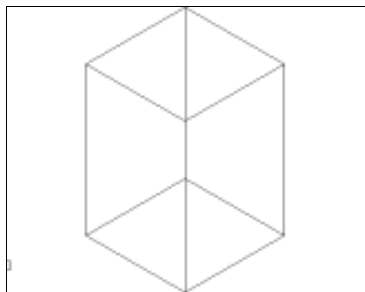

图 1-2
①指定长方体的角点或[中心点 (CE)]<0,0,0>:0,0,0↵。②指定角点或[立方体(C)/长度(L)]:20,20,0↵。③指定高度:30↵。见图 1-2。